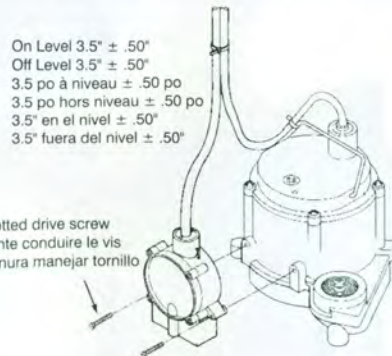

Figure 2
2. For installation on Little Giant 6-CIM-R or 6-CBM-R pumps, refer to Figure 2. Attach the RS-5LL directly to the 6 series pump housing using the two slot drive screws provided, as shown in Figure 2. Use the cable ties provided to secure the power cords together. To ensure proper operation of pump and switch, place pump on a solid surface in water at least 1" deep.
2. Pour l'installation des pompes 6-CIM-R ou 6-CBM-R de Little Giant, consulter la Figure 2. Fixer le RS-5LL directement au boîtier de la pompe de série 6 à l'aide des deux clous vrillés fournis, tel qu'illustré à la Figure 2. Utiliser les attaches de câble fournies pour fixer les cordons d'alimentation ensemble. Pour s'assurer du bon fonctionnement de l'interrupteur et de la pompe, placer cette dernière dans au moins 3/4 po d'eau, sur une surface stable.